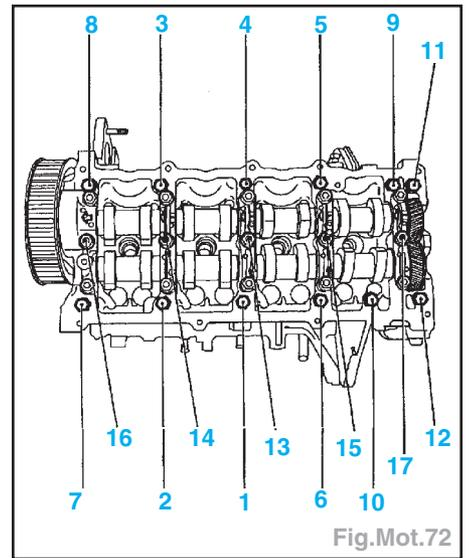

Fig.Mot.72
- Reposer le carter d'ACT avec un joint neuf, serrer au couple en respectant l'ordre indiqué (Fig.Mot.72).